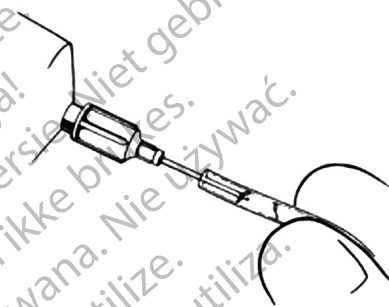

Figura 4-32. Lavar a tubagem e o conector
3. Utilize uma agulha de calibre 22 e uma seringa de 10 cc cheia de solução de enchimento para irrigar o conector e a tubagem (Figura 4-32) para remover partículas e ar.